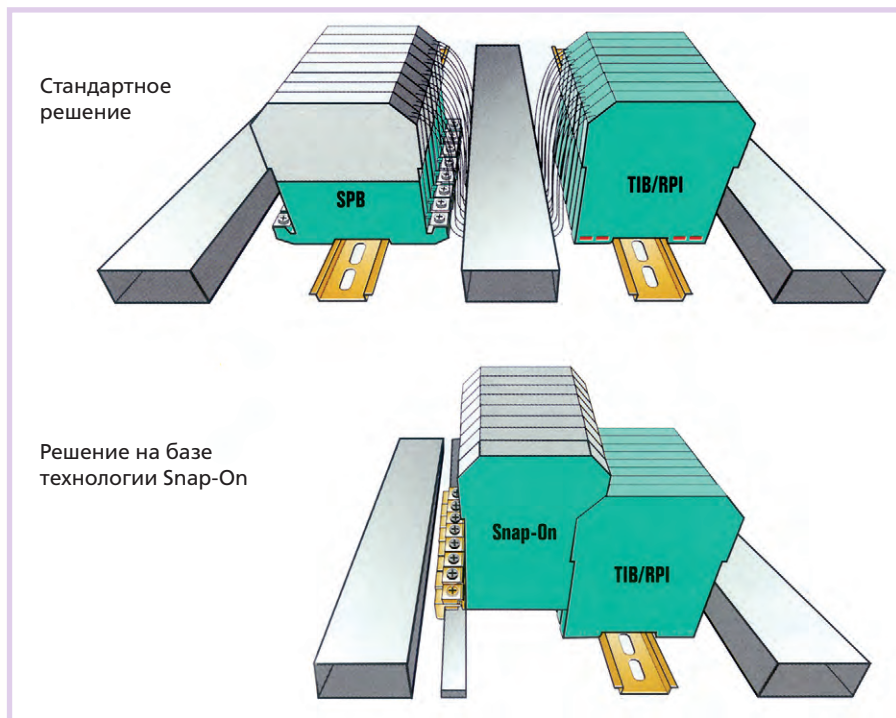

Рис. 11. Решения на базе технологии Snap-On требуют меньше монтажного пространства
- экономия монтажного пространства (рис. 11);